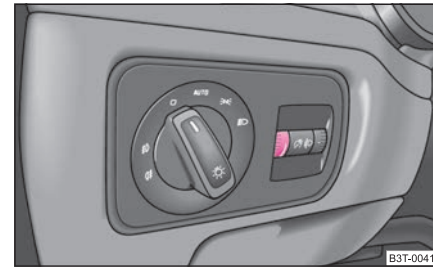

Abb. 44 Schalttafel: Instrumentenbeleuchtung
- Drehen Sie den Drehregler ⇒ Abb. 44 auf die gewünschte Intensität der Instrumentenbeleuchtung.⁸⁾
⁸⁾ Für das Informationsdisplay* ⇒ Seite 19 wird die Intensität der Beleuchtung automatisch eingestellt. Die Einstellung mit dem Drehregler ⇒ Abb. 44 ist nur bei Dunkelheit möglich.